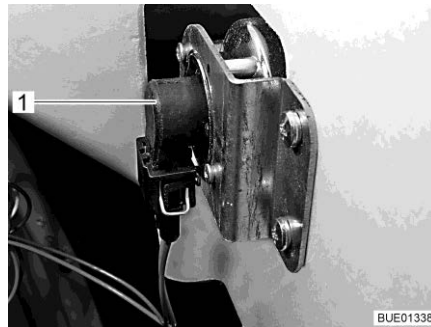

Fig. 219 Indicateur de direction
- Placer la main derrière le support de l'ampoule (Fig. 219,1).